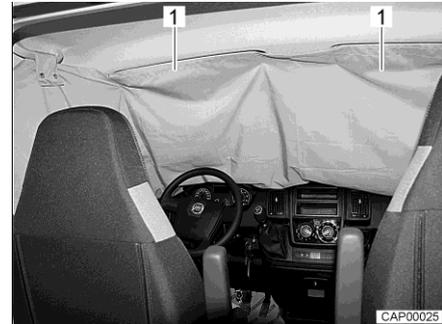

Bild 17 Fahrerhausverdunklung an Frontscheibe
- Taschen (Bild 17,1) der Fahrerhausverdunklung über die beiden Sonnenblenden schieben.